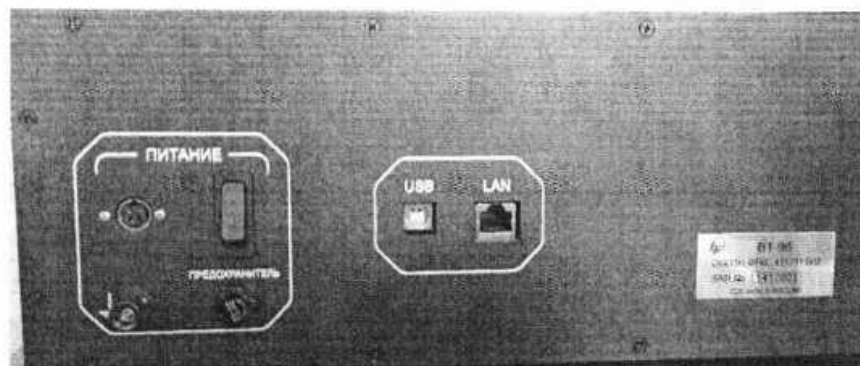

Рисунок 3 – Задняя сторона ВТ-96
1.4.7 На задней стороне ВТ-96 (см. рисунок 3) располагается тумблер включения/отключения питания, соединитель для подключения кабеля питания ПИТАНИЕ, предохранитель по питанию устройства FUSE, клемма заземления.
1.4.8 Для подключения к персональному компьютеру по интерфейсам USB и ETHERNET на задней панели установлены соединители USB тип В и LAN RJ45 соответственно (см. рисунок 3).